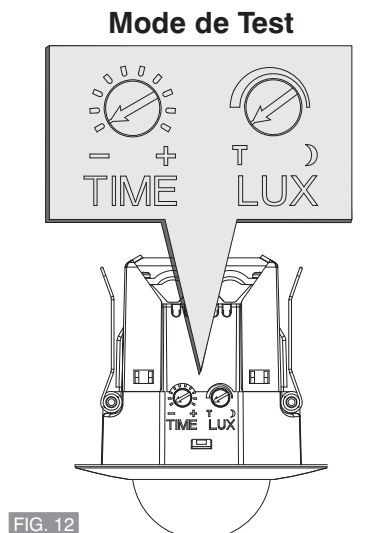

FIG. 12
- Tourner délicatement dans le sens antihoraire le régulateur de la temporisation TIME et celui de la luminosité LUX jusqu'à l'arrêt (position de TEST - fig. 12).